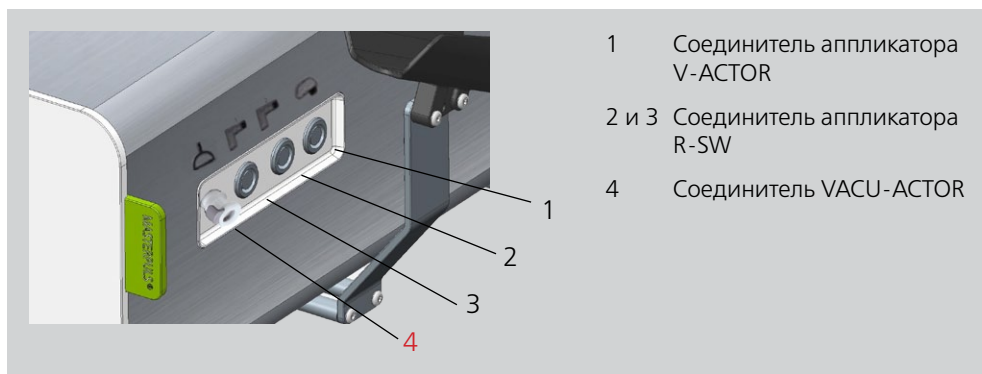

Рис. 3-8 Соединители аппликаторов и VACU-ACTOR
- Вставьте соединение более короткой части шланга в соединительную муфту на правой стороне MP200 (Рис. 3-8 / 4).